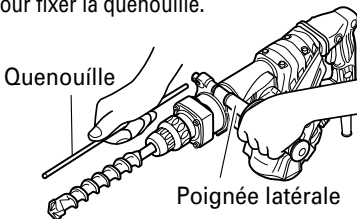

Fig. 10
- (d) Commuter le sélecteur sur "frappe" en procédant comme indiqué au point (1) ci-dessus et fixer la position de l'outil.
5. Installer la quenouille (Fig. 10)